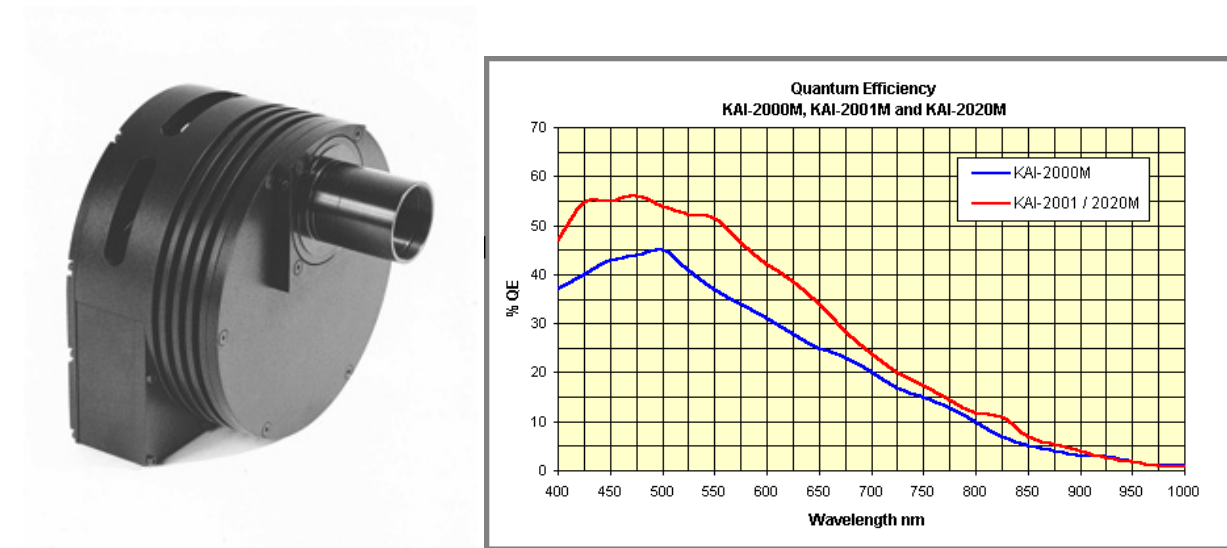

FIG. 1 – La Caméra SBIG ST2000XM et son rendement quantique. La SBIG ST2000XM est équipée du capteur principal CCD Kodak KAI 2020M.
La caméra SBIG ST2000XM (Fig. 1) est une caméra CCD (Charge Coupled Device), dispositif qui sert principalement en astronomie, car elle permet d'accumuler la lumière pendant plusieurs minutes et ainsi de capter des objets peu lumineux. La caméra possède plusieurs avantages par rapport à un film photo conventionnel dont la linéarité de réponse, une très grande sensibilité, une large bande spectrale et la possibilité d'effectuer un traitement numérique des images.
**Prise de vue** Pendant l’exposition, la couche supérieure de chaque pixel va transformer les photons en électrons, avec un certain rendement, appelé *rendement quantique* (voir Fig. 1). Ces électrons vont être capturés par un champ électrique appliqué entre deux couches de silicium situées sous le pixel, qui peut accumuler jusqu’à un million d’électrons environ. À la fin de l’exposition chaque pixel aura accumulé un nombre de charges électriques proportionnel à la quantité de lumière qu’il a reçu. Ces charges électriques accumulées dans chaque pixel de la matrice CCD constituent l’image reçue par le capteur CCD. L’ensemble du détecteur est refroidi à l’aide d’un module à *effet Peltier* pour diminuer le bruit électronique de l’instrument (voir § 3.2 pour le contrôle de la température de la CCD).